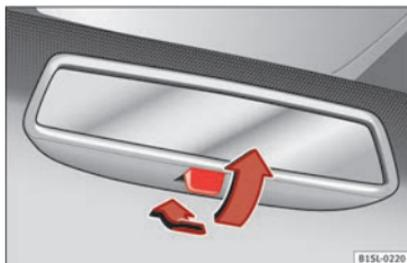

Abb. 116 Manuell abdblendbarer Innenspiegel.
• Zum Abblenden des Rückspiegels, Hebel nach hinten ziehen »» **Abb. 116.**